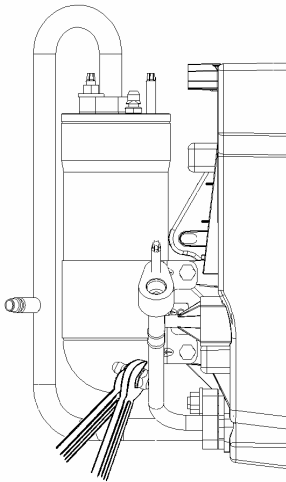

Figura 15 Usar una Herramienta de Torsión como Apoyo Cuando se Aflojan o Aprietan las Uniones
- H. Siempre que le sea posible use una herramienta de torsión como apoyo cuando esté aflojando o apretando las uniones (Figura 15).